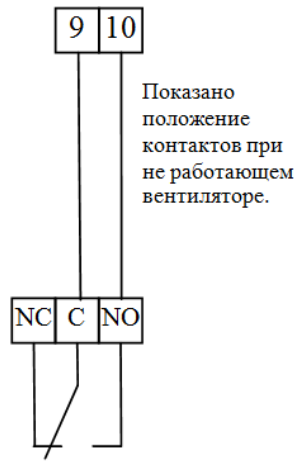

Рис. 9.1
- Датчик-реле перепада давления на вентиляторе (нормально разомкнутый контакт) подключить к клеммам 9 и 10 клеммника X1 (рис. 9.1). Датчик-реле отрегулировать так, чтобы контакты замыкались при работе вентилятора.